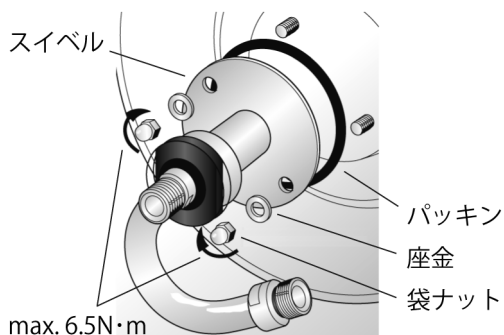

Fig. 1
- 1) スイベルを図のようにパッキンを挟み、袋ナットと座金でドラムに取付けてください。(Fig. 1)